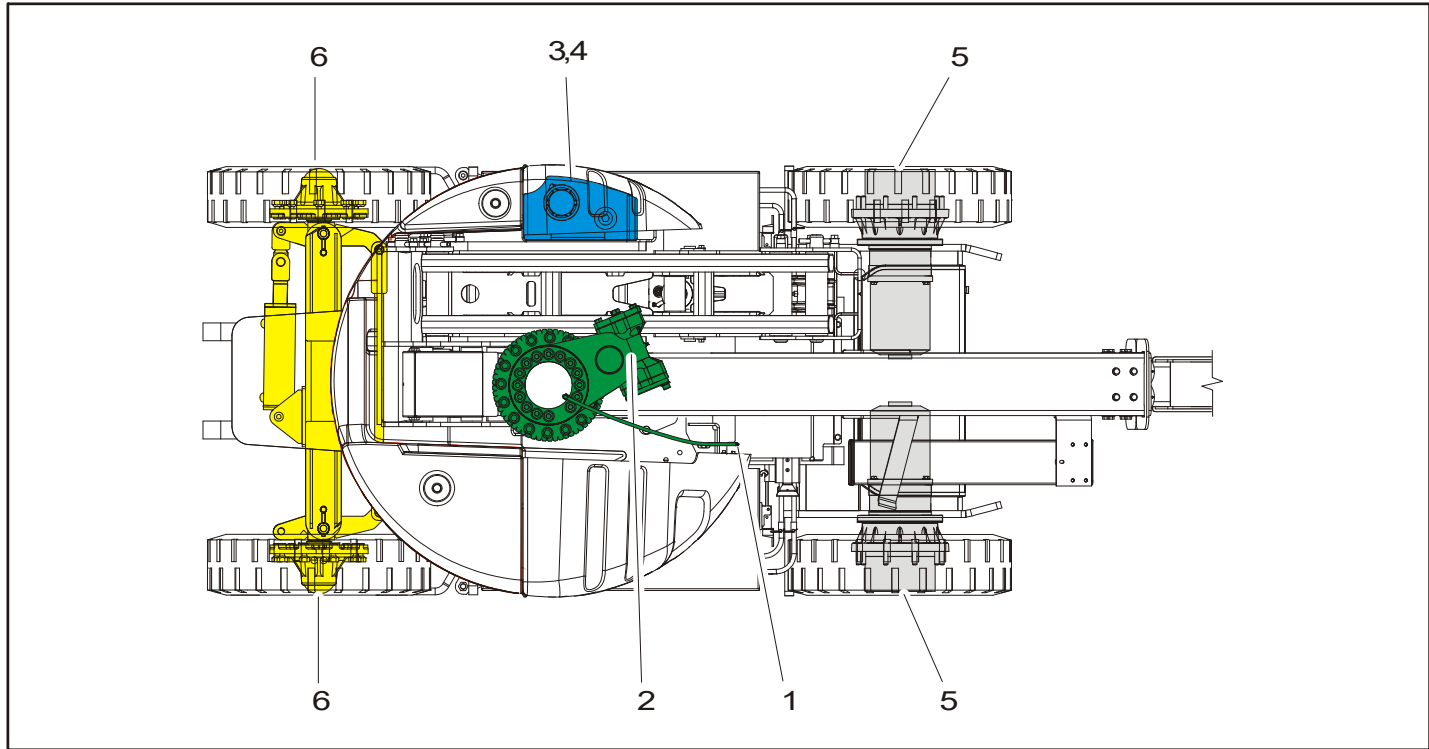

図 7-1. オペレータによるメンテナンスおよび注油の図
**注意：** 以下の数字は、図7-1.、オペレータによるメンテナンスおよび注油の図にある数字に対応します。